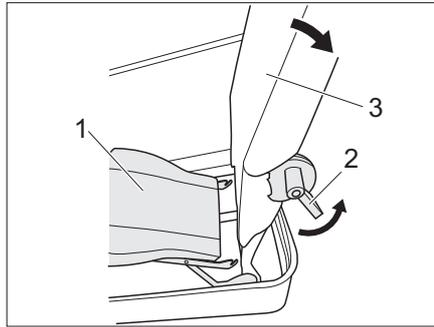
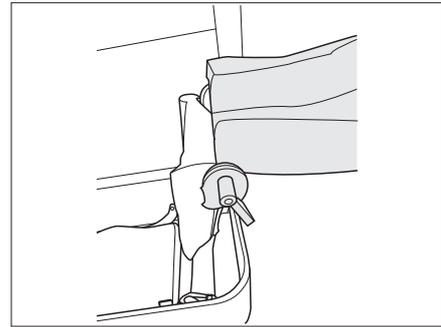

Fig. 211 Sganciare il piano di seduta
Fig. 212 Schienale ruotato all'indietro di 90°
- Sganciare il piano di seduta (Fig. 211,1) e spostarlo verso il basso.
- Azionare la leva 1 (Fig. 211,2) e ruotare all'indietro lo schienale (Fig. 211,3) di 90° (Fig. 212).